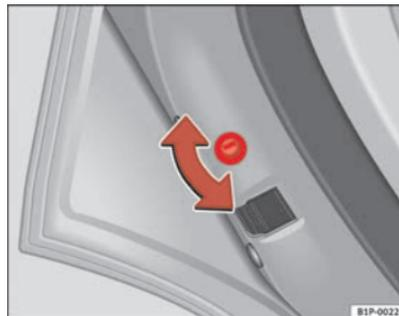
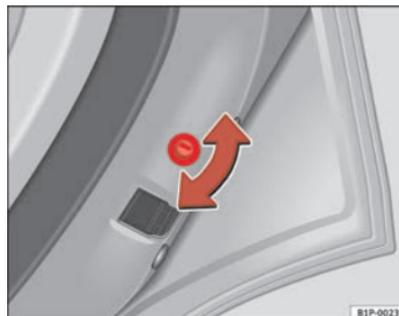

Fig. 59 Sicura per bambini della porta sinistra
Fig. 60 Sicura per bambini della porta destra
- Con la porta aperta, girare con la chiave del veicolo la feritoia in senso orario per le porte a sinistra e antiorario per le porte a destra ⇒ pag. 105, fig. 59, ⇒ pag. 105, fig. 60.
- Con la porta aperta, girare con la chiave del veicolo la feritoia in senso orario per le porte a destra e antiorario per le porte a sinistra ⇒ pag. 105, fig. 59, ⇒ pag. 105, fig. 60.